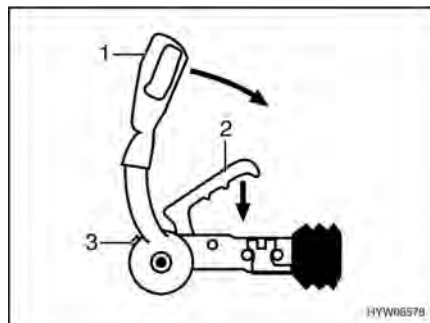

Bild 3 Säkerhetskoppling AKS 3004
- Drag upp stabiliseringsstången (Bild 3,1) till stoppläget.
- Drag upp kopplingshandtaget (Bild 3,2).
- Gör en visuell kontroll: Säkerhetsindikatorns gröna cylinder (Bild 3,3) måste synas.
- Aktivera stabiliseringsanordningen. Tryck ned stabiliseringsstången (Bild 3,1) till stoppläget.